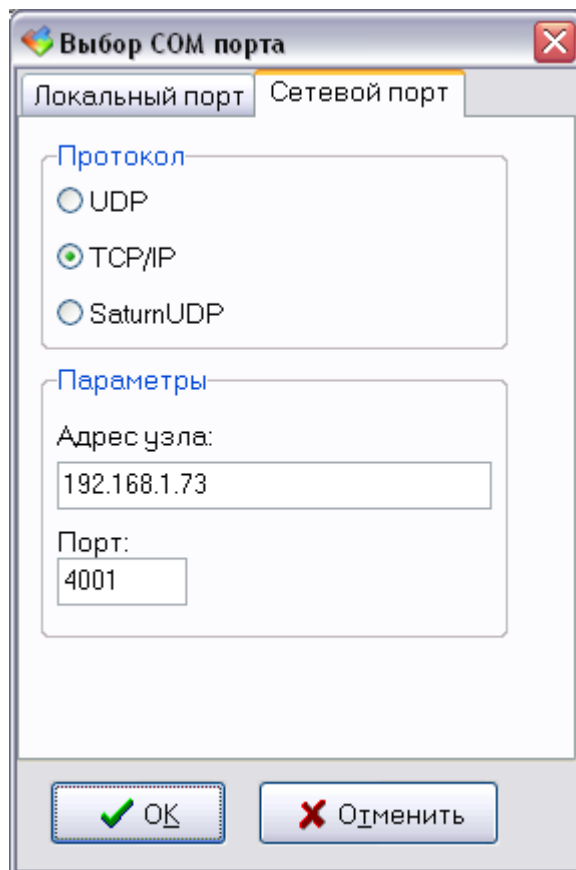

Рисунок 18 – Окно «Выбор COM порта»
14.2.2 В открывшемся окне «Выбор COM порта» (рисунок 18) указать параметры интерфейса подключения к ПК: